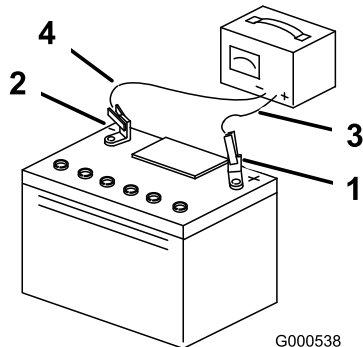

Figura 45
3. Quando la batteria è completamente carica, staccate il caricabatterie dalla presa elettrica e scollegate i cavi di ricarica dai poli della batteria (Figura 45).